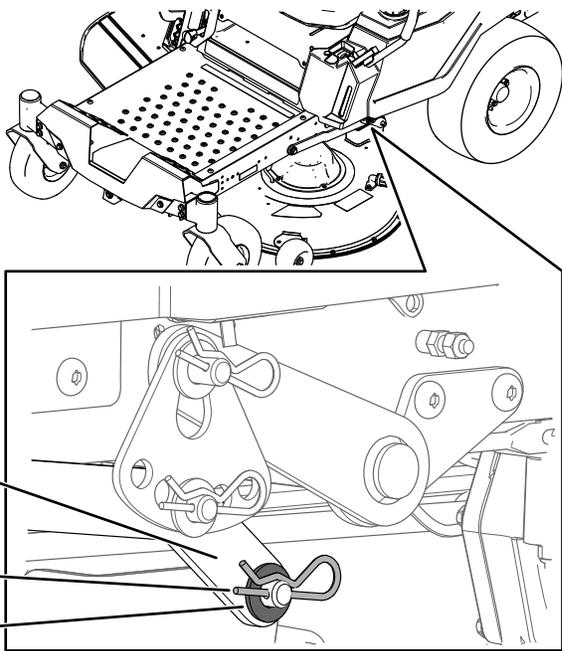

図 77
7. 機体の左右どちらかで、デッキピンからヘアピンコッターとワッシャを外す 図 77。
8. デッキピンから昇降アームを外す 図 77。
5. 機体の左右どちらかで、デッキ後部を持ち上げて昇降アームをデッキピンに取り付ける 図 77。
6. ワッシャとヘアピンコッターで昇降アームを取り付ける 図 77。